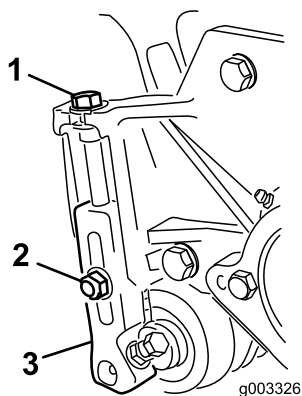

Figura 10
3. Afloje las contratuercas que sujetan los soportes de ajuste de la altura de corte a las chapas laterales de la unidad de corte (Figura 10).